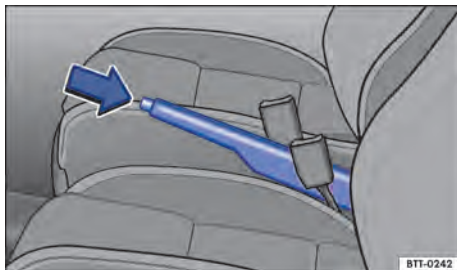

Fig. 99 Entre os bancos dianteiros: alavanca do freio de estacionamento.
- Puxar a alavanca do freio de estacionamento para cima com o botão bloqueador pressionado → Fig. 99 (seta).
- Puxar a alavanca do freio de estacionamento um pouco para cima e pressionar o botão bloqueador → Fig. 99 (seta).